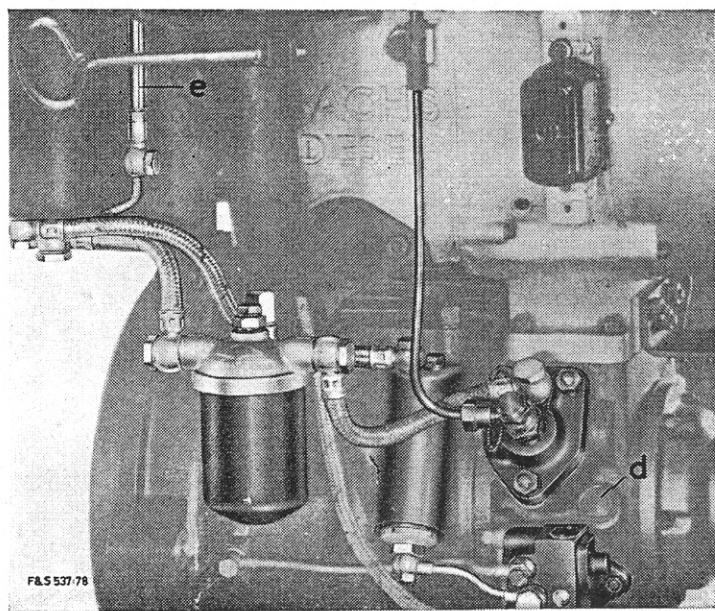

Figure 11:
Le graissage: du moteur est du type à huile perdue. Cette huile est dirigée vers les pièces en mouvement et se trouve pour la majeure partie consommée. Pendant le travail, le niveau d'huile baisse très lentement dans le réservoir, il est donc très important de vérifier le niveau sur le réservoir (e, figure 11) de façon à ce que le moteur ne tourne pas sans huile.
2. NIVEAU D'HUILE DANS LE RESERVOIR. – Il peut être facilement observé à travers le niveau transparent e (fig. 11). Il est recommandé de faire le plein d'huile avant chaque utilisation de l'appareil.
Si ce niveau n'atteint pas la partie supérieure du tuyau lorsque le moteur est à l'arrêt, il faut ajouter de l'huile du type HD de viscosité SAE 20 par la vis de remplissage k (fig. 7) (SAE 40 utilisable l'été). Du fait que cette huile se trouve à l'abri de l'air et de la chambre de combustion, elle ne s'altère que très peu. Il suffit donc d'en effectuer la vidange seulement toutes les 1000 heures lorsque l'on change l'élément filtrant du filtre à combustible (voir page 21). La vidange est effectuée par la vis p (fig. 8) se trouvant sous le porte-accessoires et le remplissage de 0,6 litre d'huile moteur SAE 20 est effectué par la vis d (fig. 11).